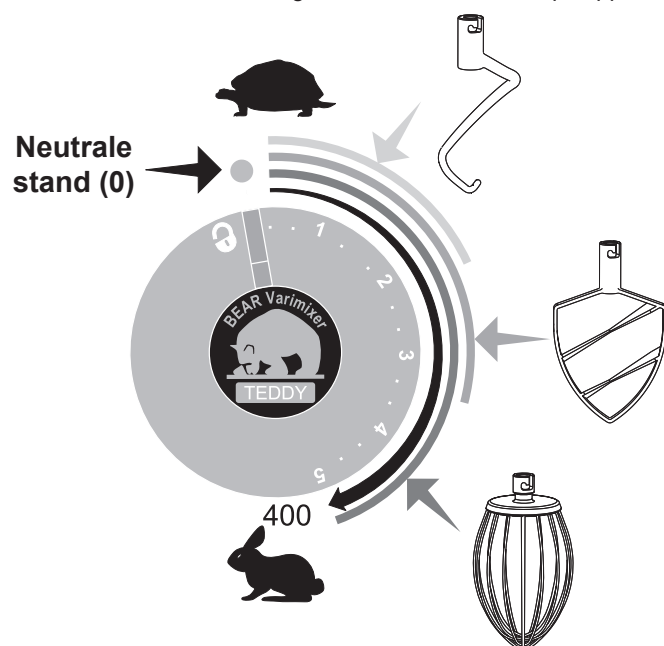

fig. 2 Aanbevolen snelheden
G. Start de menger door de bedieningsknop van het vergrendelsymbool weg te draaien en voorbij positie 1. Om spatten en rondstuiwend meel te vermijden, wordt aangeraden om de snelheid geleidelijk aan te verhogen tot de gewenste snelheid is bereikt (fig. 3C), (zie fig. 2 voor aanbevolen snelheden).